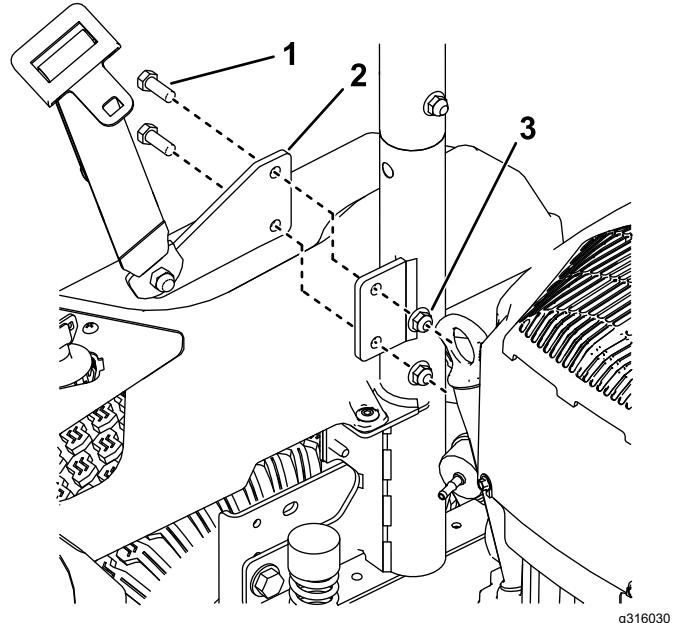

Figure 13
- Montez les supports de la ceinture de sécurité sur l'extérieur des supports du ROPS (Figure 13).
5. Fixez le support de carénage gauche sur la machine à l'aide de 2 vis autotaraudeuses (5/16" x $\frac{3}{4}$ "), comme montré à la Figure 13.